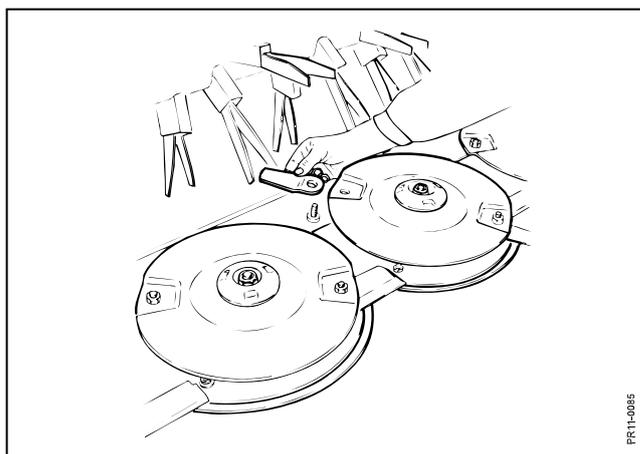

Fig. 5-11
**Fig. 5-11** Um ein zufriedenstellendes Arbeitsergebnis zu erreichen **ist es wichtig, daß Messer und Gegenschneide in Ordnung und scharf geschliffen sind.** Bei Messerwechsel den Messerbolzen abmontieren und von unten aus der Scheibe herausziehen. Dies erfolgt am einfachsten, wenn das Messer in der vorderen Position ist und der Bolzen gerade über dem Loch in der Mitte des Steinschutzes ist. Das alte Messer entfernen und ein neues zusammen mit dem Messerbolzen montieren.